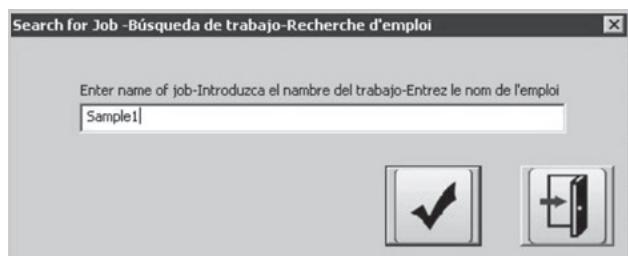
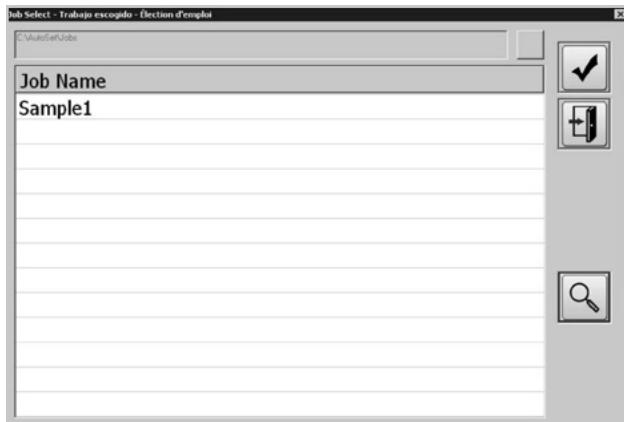

Figura 28
Figura 29
- Aparecerá una ventana emergente para colocar el nombre del trabajo a buscar (figura 28)
- Haga clic en el icono Seleccionar trabajo (figura 28) para ver si se encuentra el trabajo (figura 29)